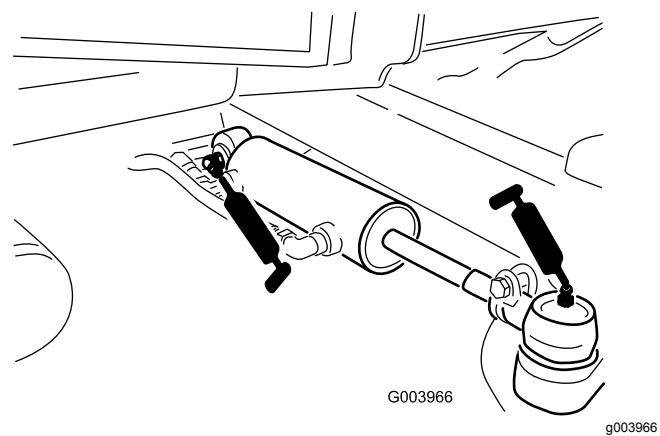

Figura 82
- Rótulas do cilindro de direção (2) (Figura 82)